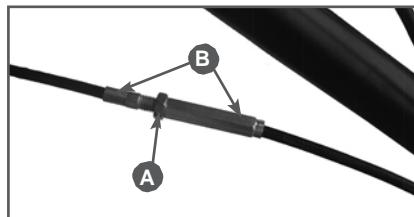

Рис. 6 Регулировка длины троса
Для удлинения троса необходимо ослабить контргайку (A) и закрутить соединительную муфту троса (B). Для того чтобы укоротить трос, соединительную муфту необходимо выкрутить. После установки нужной длины троса, необходимо затянуть контргайку (Рис.6).